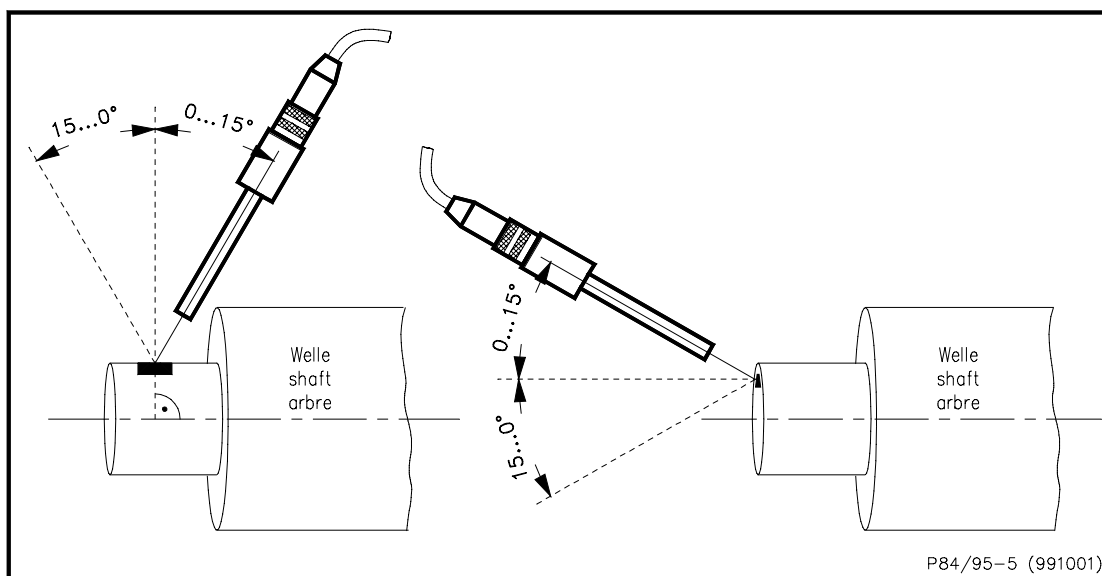

Fig. 8 Angle optimal de montage de la cellule P-95
- L'angle optimal entre la cellule et la perpendiculaire à la marque de référence est compris entre **0 et 15°** (voir la figure 8). Un montage perpendiculaire peut occasionner l'acquisition de signaux parasites. Un montage au-delà de 30° peut provoquer la perte de signal.